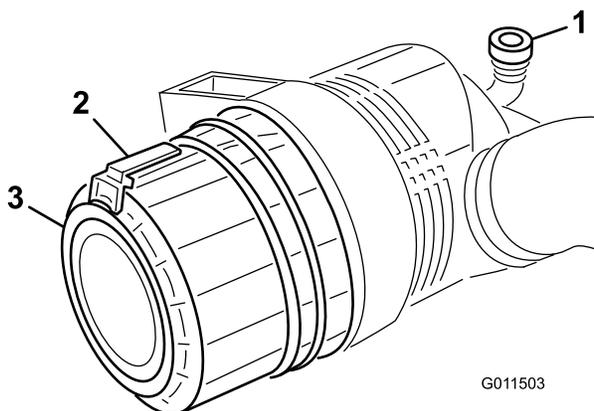

Figure 55
1. Tirez le verrou vers l'extérieur et tournez le couvercle du filtre à air dans le sens antihoraire (Figure 55).